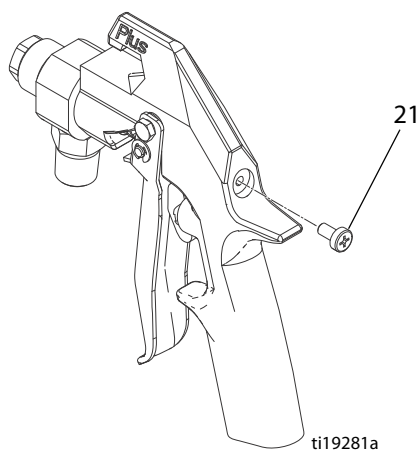

Рис. 18
- Если винт натяжения пружины (21) был извлечен, установите его в заднюю часть пистолета. Затем поворачивайте винт до упора. См. Рис. 18.